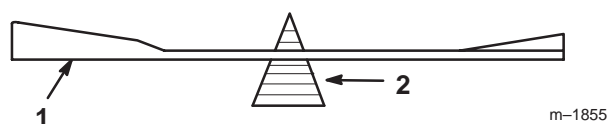
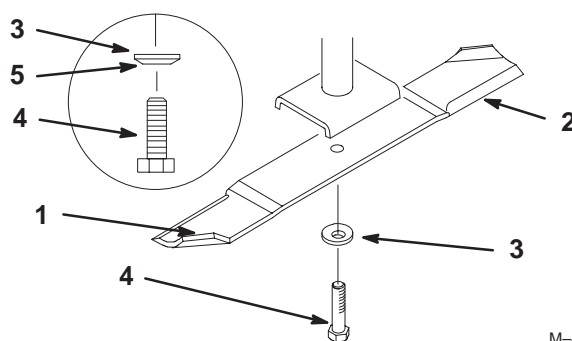

Figure 33
Figure 34
1. Tenez la lame à son extrémité avec un chiffon ou un gant épais. Retirez le boulon, la rondelle élastique et la lame, de l'axe de la lame (Fig. 34).
2. Vérifiez l'équilibre de la lame en la plaçant sur un équilibreur (Fig. 33). Si la lame reste horizontale, elle est équilibrée et peut être utilisée. Si la lame est déséquilibrée, limez un peu l'extrémité de la partie incurvée seulement (Fig. 34). Répétez la procédure jusqu'à ce que la lame soit équilibrée.
1. Placez la lame sur l'axe (Fig. 34).
2. Installez la rondelle élastique et le boulon de lame (Fig. 34). Le boulon de lame doit être serré à 115–150 Nm (85–110 pieds-livre).